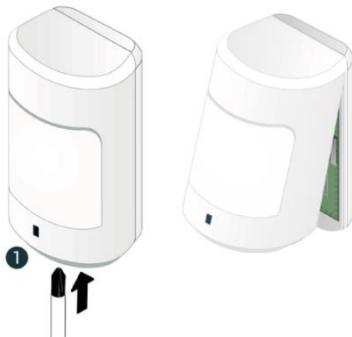

Рисунок 6.2 – Вскрытие корпуса датчика
2.1. Вскройте корпус датчика: при помощи крестовой отвертки ослабьте фиксирующий винт и откройте корпус, потянув за нижнюю часть крышки корпуса (см. рисунок 6.2).
- С помощью индикации на датчике. Для этого вскройте корпус датчика (см. рисунок 6.2) и дважды нажмите на кнопку тампера (8, рисунок 2.1). Посмотрите на индикатор датчика. Соответствие уровня связи и индикации представлено в таблице 9.1.
- Если корпус датчика был закрыт, то вскройте его (см. рисунок 6.2).
- 1) Если корпус датчика был закрыт, то вскройте его (см. рисунок 6.2).